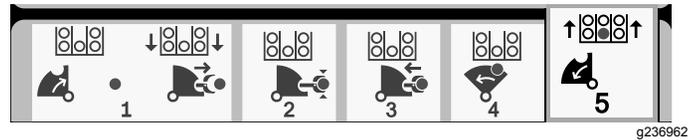

Bild 25
10. Lassen Sie die Taste los, um zum nächsten Schritt in der Folge zu gehen (**Bild 25**).